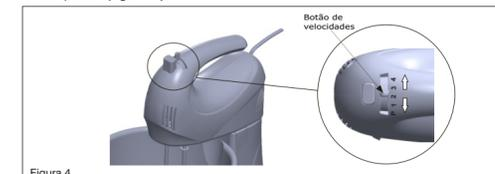

Figura 4
4. Para ligar a bateadeira, basta girar o botão de velocidades para a direita nas velocidades de 1 a 4 ou para a esquerda quando a necessidade for a utilização do botão pulsar (figura 4).